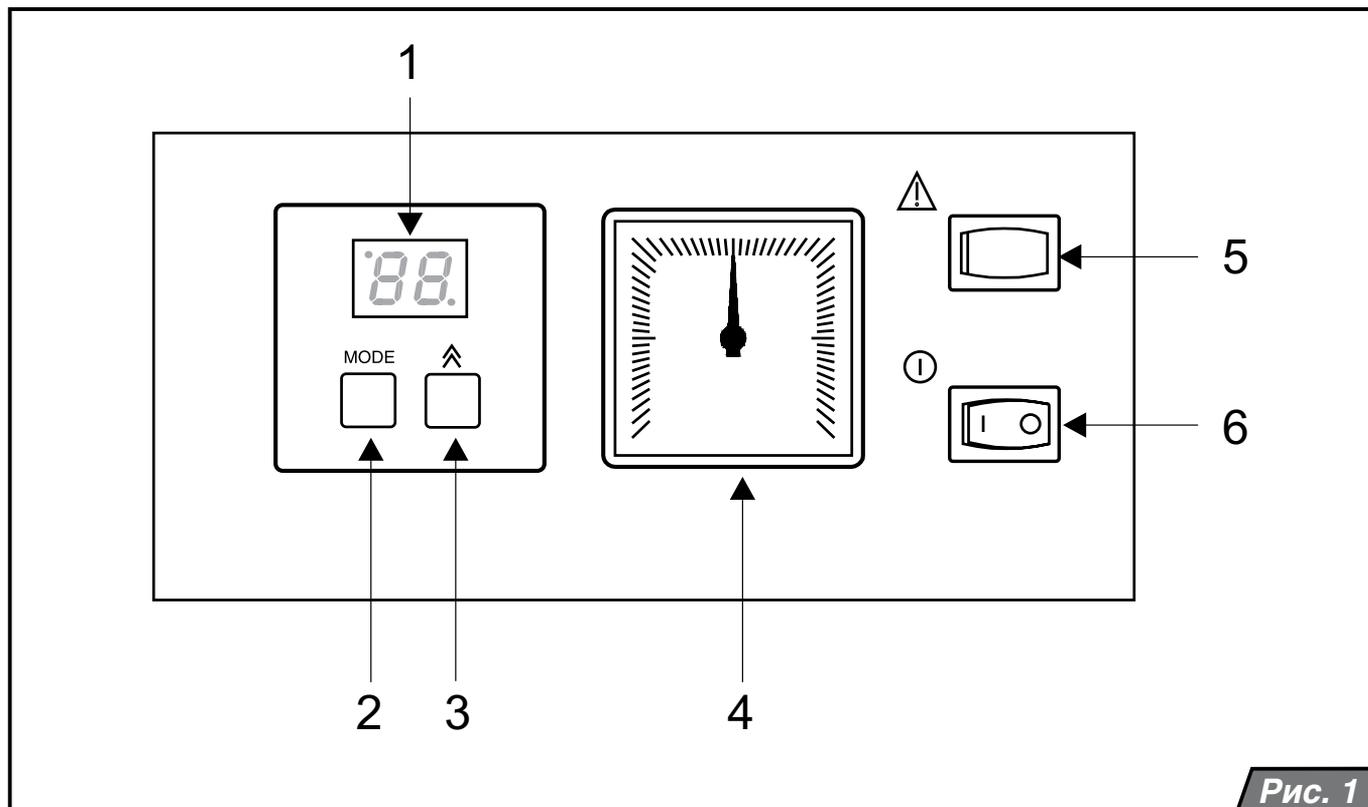

Рис. 1
Главный выключатель (рис.1, поз.6) предназначен для включения и выключения котла. Он располагается в правой части панели управления.
Описание элементов управления (рис. 1):
Давление в системе отопления постоянно отображается на манометре котла (рис.1, поз.4).
В случае если к котлу не был подключен датчик температуры воды в бойлере, нажмите кнопку MODE 1 раз (рис.1, поз.2). Если датчик
4. давление в системе отопления находится в допустимых пределах 1 – 2 бара. Установите главный выключатель (рис. 1, поз. 6) в положение ВКЛЮЧЕНО (I). Котел включится и начнет работать в режиме ГВС (если бойлер подключен к котлу). После нагрева ГВС котел переключится на режим отопления (при условии, что режим отопления активен). В случае защитного отключения котла на дисплее панели управления появится сообщение о
неисправности (см. „Сообщения об ошибках“; стр.8). С помощью кнопки RESET (рис. 1, поз. 5) разблокируйте котел. Если, после включения, защитное отключение повторится, или невозможно будет произвести разблокировку котла, обратитесь в сервисную организацию.
При кратковременном отключении котла установите главный выключатель (рис. 1, поз. 6) в положение ВЫКЛЮЧЕНО (O). При выключении котла на длительный период необходимо отключить его от электрической сети и перекрыть подачу газа в котел. Если в зимний период котел не используется, то систему отопления необходимо опорожнить. Однако необходимо избегать частых сливов и подпиток системы отопления во избежание образования накипи и отложений внутри котла.